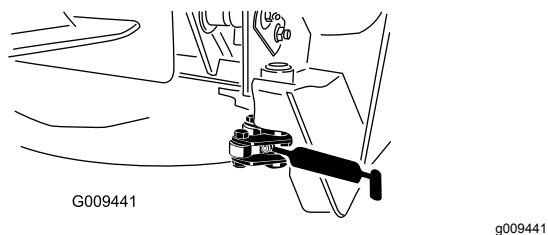

Figure 66
- 2 pivots de verrouillage (Figure 66)